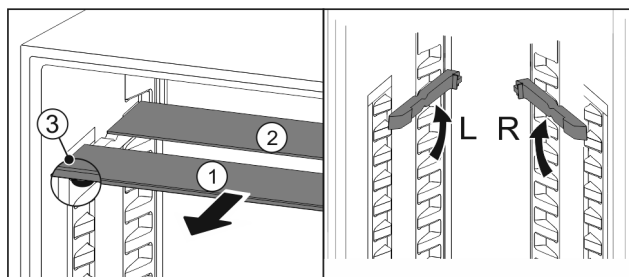

Fig. 155
- Glasplatten einzeln nach vorne herausziehen Fig. 155 (1).
- Glasplatte Fig. 155 (1) mit Zierleiste liegt vorne.
- Stopps Fig. 155 (3) zeigen nach unten.